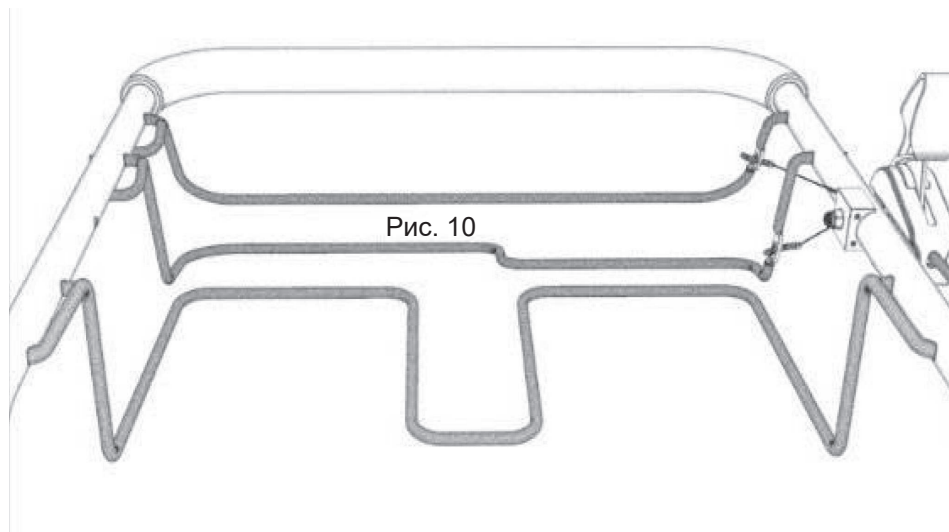

Рис. 11
- Убедитесь, что кронштейн встал в крепёжные отверстия ровно, без перекосов (рис. 11)